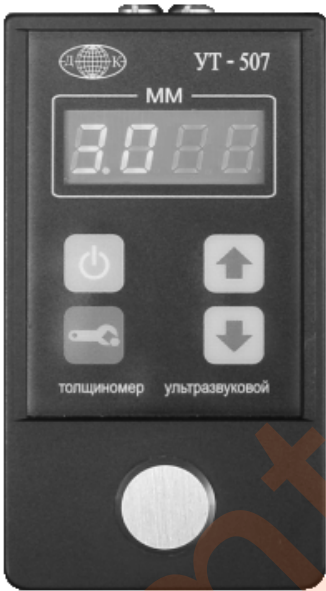

Рис. 1. Толщиномер УТ-507
2.1. Толщиномер ультразвуковой УТ-507 (рис.1) предназначен для измерения толщины изделий из конструкционных материалов, металлов и сплавов при одностороннем доступе к ним.